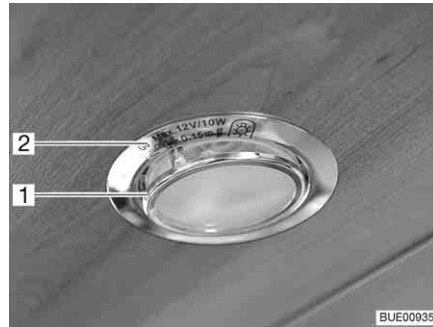

Fig. 296 Lampada alogena a incasso (piatta)
La lampada alogena a incasso (Fig. 296,2) è incassata nel diaframma.
- Estrarre l'anello di copertura interno con lastra di vetro (Fig. 296,1) con uno strumento adeguato (p. es. un cacciavite) dall'involucro.